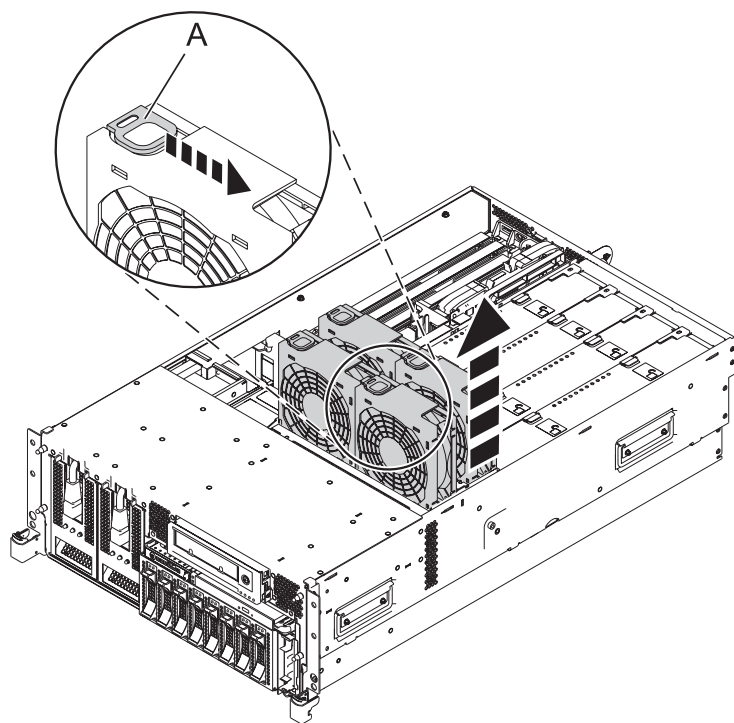

Figura 2. Extracció del ventilador del dipòsit de ventilació
- a. Per treure els ventiladors, pressioneu la pestanya (A) i aixeqeu el ventilador fora del dipòsit tal com es mostra a la Figura 2 a la pàgina 5.